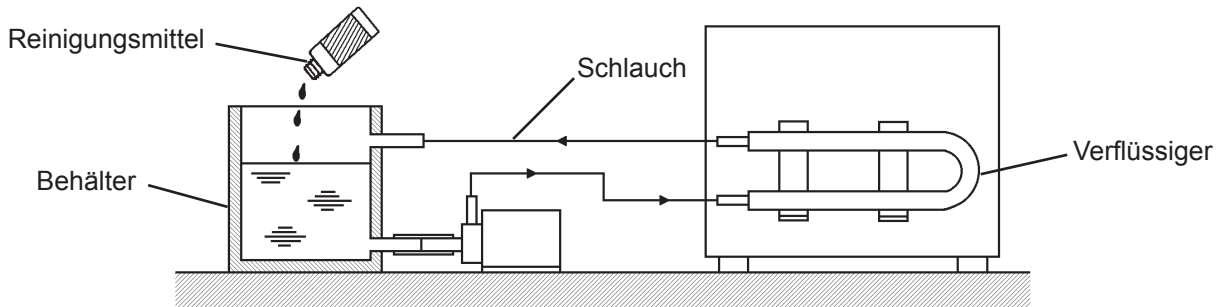

Abb. 7
- 6) Die Schläuche gemäß Abb. 7 anschließen und mit den Schlauchklemmen sichern.